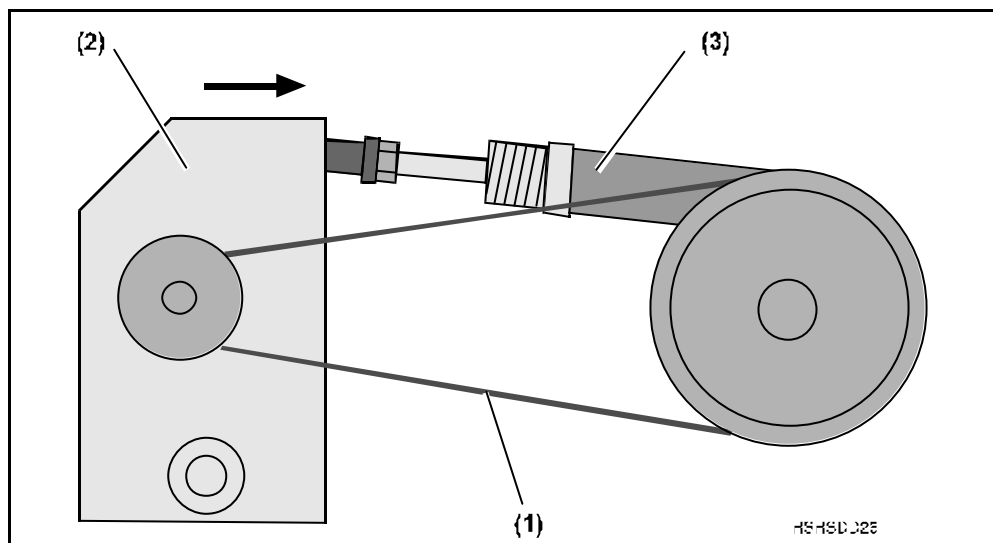

Abb. 7.6: Flachriemen wechseln (Prinzip bei Meßmaschinen mit auskoppelbaren Antrieben)
- Halterung mit Riemenscheibe **(2)** gegen den Druckluftzylinder **(3)** drücken (siehe Abb. 7.6).